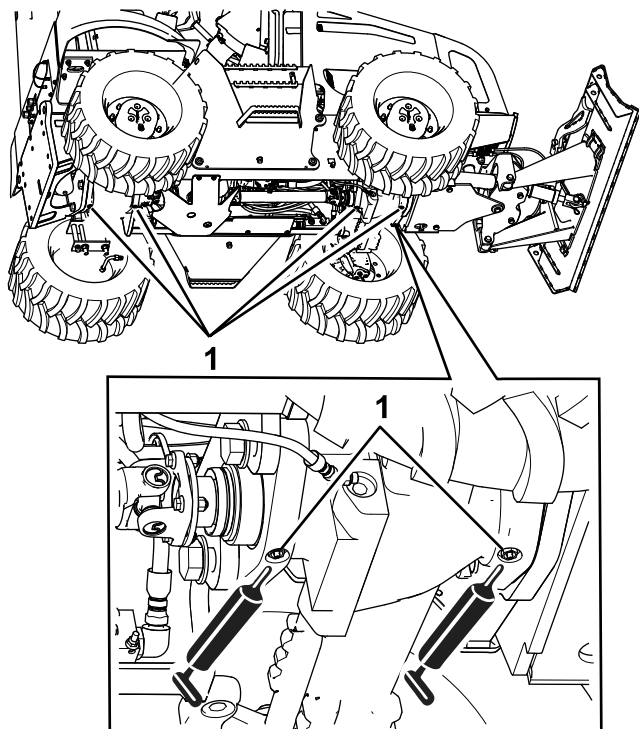

Figura 61
3. Collegate un ingrassatore a pressione sui raccordi di ingrassaggio per i perni di inclinazione dell'assale anteriore e posteriore; applicate 2 o 3 pompaggi di grasso a ciascun raccordo (Figura 61).